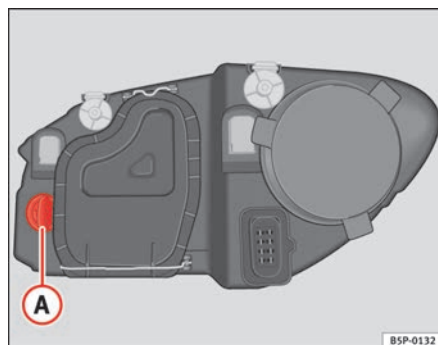

Fig. 177 Lámpara luz intermitente
- Gire el portalámparas ⇒ fig. 177 Ⓐ a la izquierda y tirar.